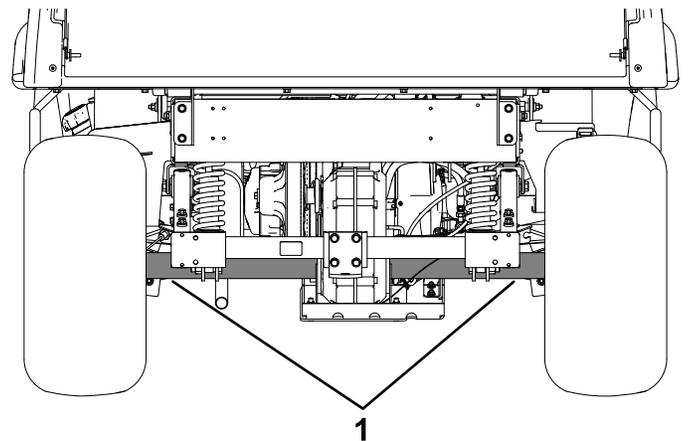

Figura 20
- El punto de elevación de la parte trasera de la máquina se encuentra debajo de los tubos del eje (Figura 20).